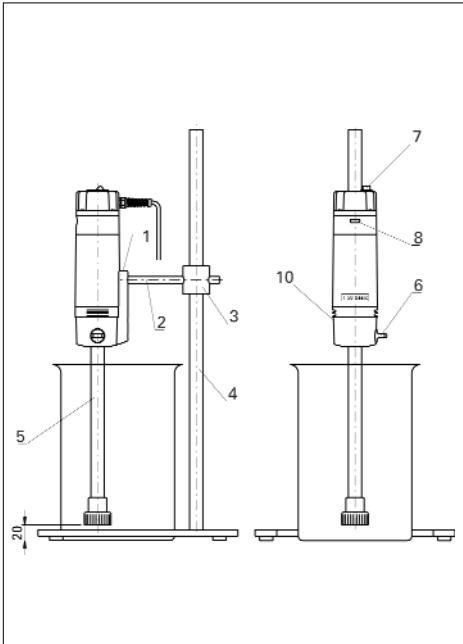

Fig. 1
Zum Messen der Drehzahl kann ein **IKA**-Drehzahlmesser DZM control in die Bohrung (10) eingesetzt werden (siehe Fig. 1).
### Übersicht (Fig. 1)